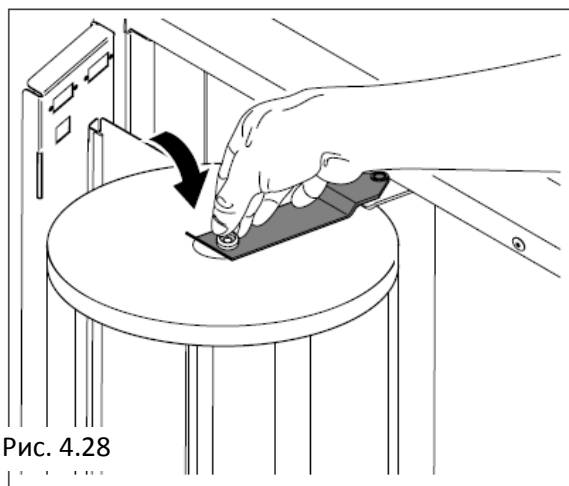

Рис. 4.28
- Положите крышку вертикальной секции для стаканчиков назад на захват пружинящего хомута (Рис. 4.28).